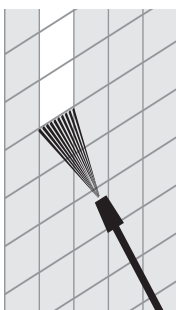

Fig. 9
> Rode a pistola de pulverização (2) para limpar no ângulo pretendido (Figs. 9, 10).